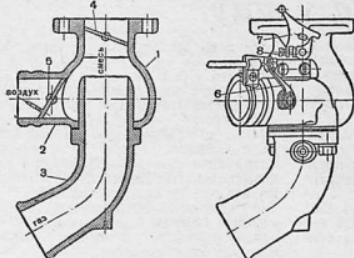

Рис. 7. Смеситель НАТИ Г-14
**ОБРАЗОВАНИЕ РАБОЧЕЙ СМЕСИ.** Для образования горячей смеси к генераторному газу должно быть применено соответствующее количество воздуха (1 л газа нужно прибавить, примерно, 1 л воздуха). Процесс смесеобразования происходит в особом приборе-смесителе (рис. 7).